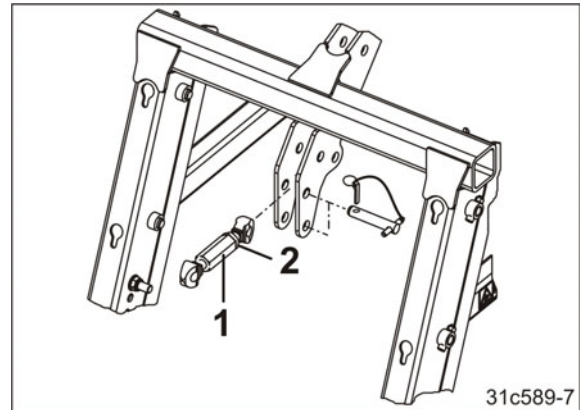

Рис. 95
8. Закрепите верхнюю тягу (Рис. 95/1) в верхнем шарнирном соединении (кат. II) сеялки.
10. Выверните сеялку, удлиняя или укорачивая верхнюю тягу. Зафиксируйте положение верхней тяги контргайкой (Рис. 95/2).